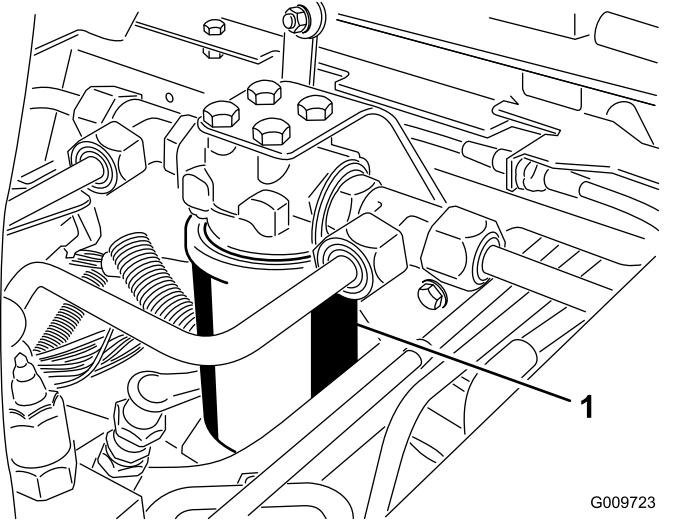
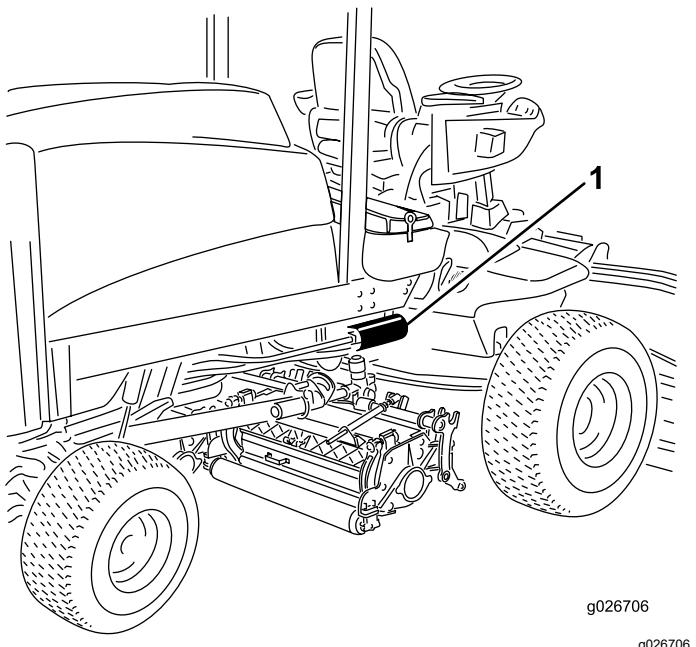

Figura 97
Figura 98
- Limpie la zona de montaje del filtro. Coloque un recipiente debajo del filtro y retire el filtro (Figura 97 y Figura 98).